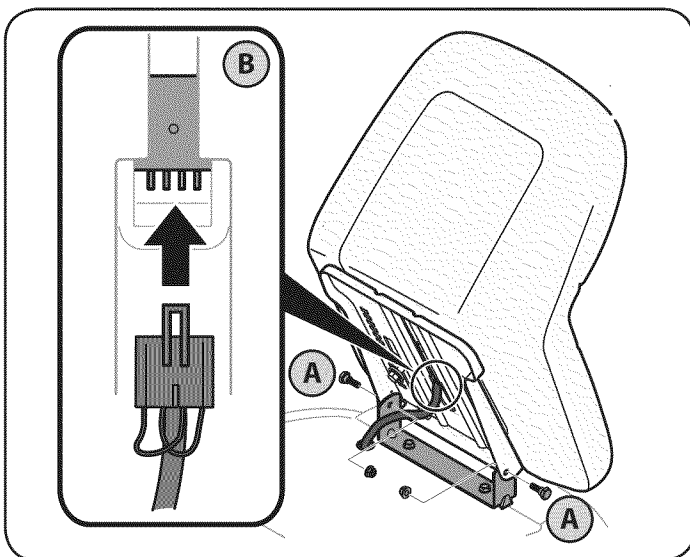

Figura 26
2. Alinear los agujeros delanteros del asiento con el soporte de montaje los orificios del soporte de pivote del asiento de su tractor y seguro con que quitó los tornillos hexagonales y tuercas. Vea las A en Figura 26.
asiento en la parte inferior del asiento, como se muestra en B de la Figura 26.